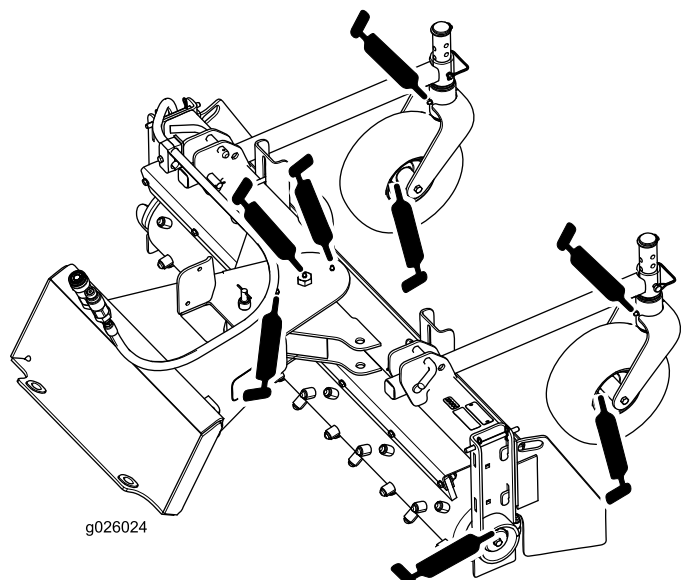
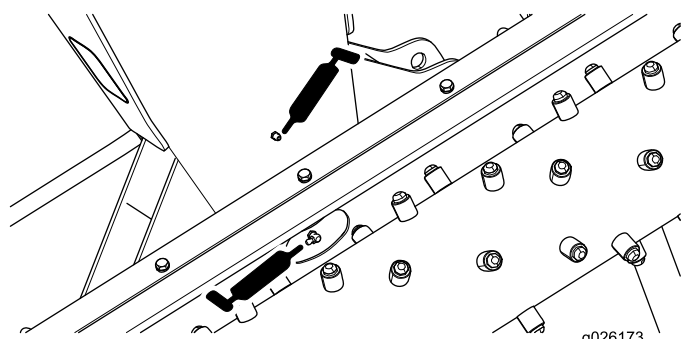

Figura 11
Figura 12
4. Applicare la quantità di grasso necessaria sui raccordi di ingrassaggio (Figura 11 e Figura 12).